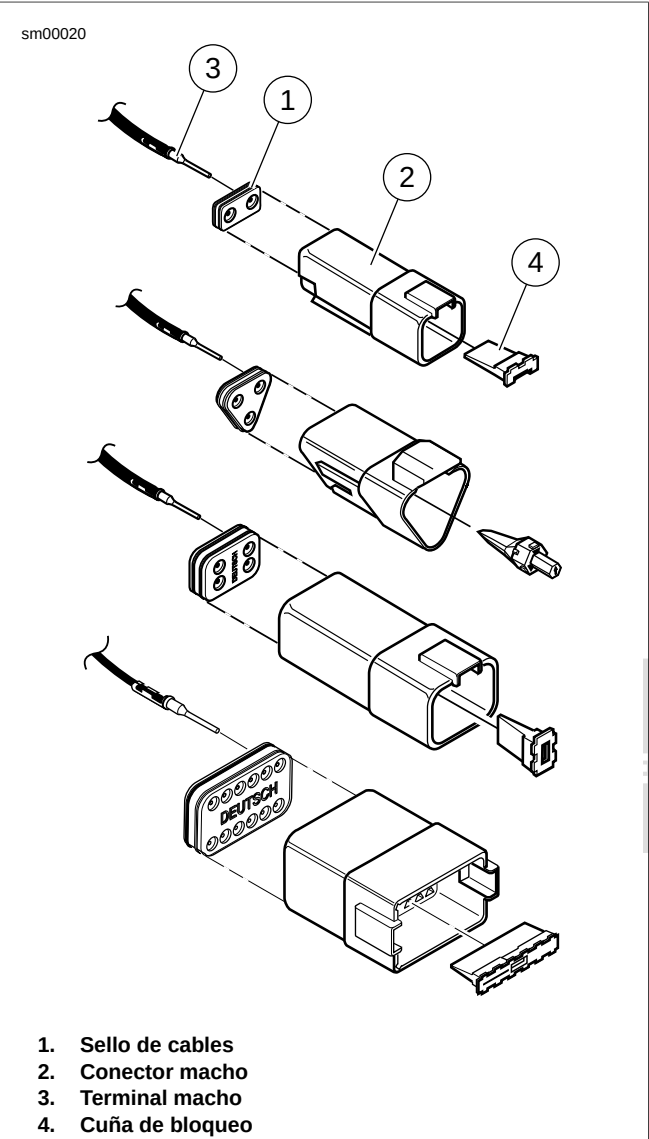

Figura A-16. Conector Deutsch: Conectores macho de 2, 3, 4 y 12 patillas
1. Vea Figura A-16. Adapte el sello de cables (1) dentro de la parte trasera del conector macho (2).
2. Sostenga el cable conductor aproximadamente 25,4 mm (1,0 pulg.) detrás del terminal macho (3). Empuje suavemente el terminal macho a través de los agujeros en el sello de cable dentro de su respectiva cámara numerada hasta que haga clic en su lugar.